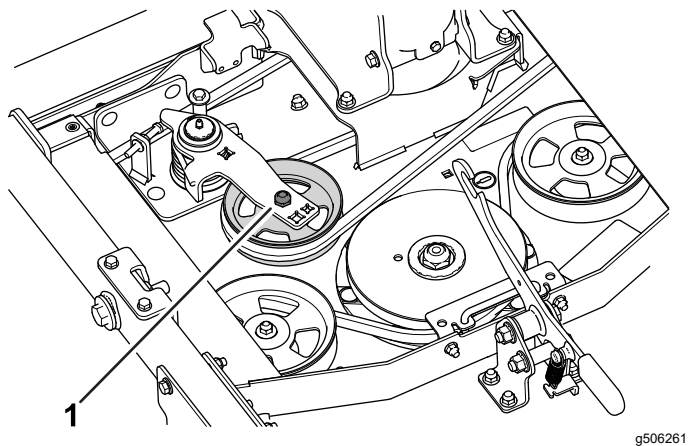

Figura 7
7. Instale a correia de transmissão na polia intermediária (Figura 7).